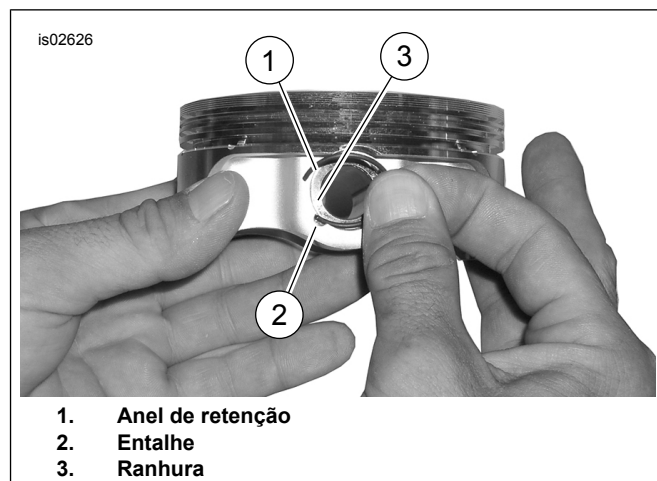

Figura 3. Grampo circular e pistão
- Ver Figura 3 . Introduza a extremidade aberta do anel de fixação (1) no entalhe (2) da ranhura (3) que se encontra em torno da saliência do pino do pistão, de forma a assegurar que a folga fique na posição das 12h00 ou 6h00 após a instalação.